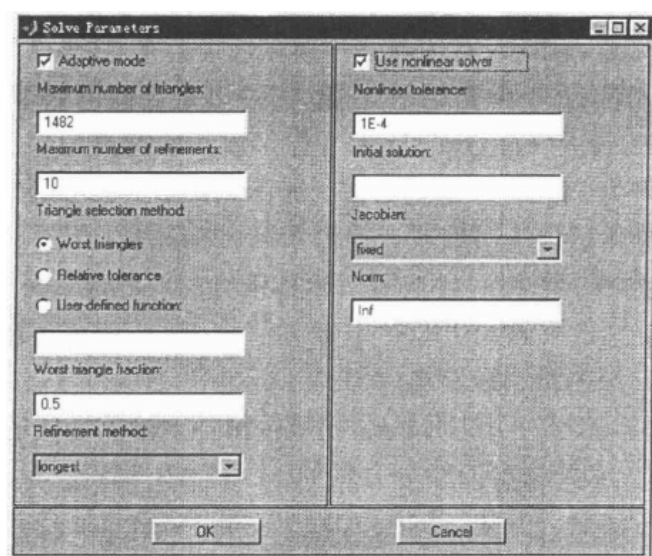

图 2-15
(1) 对于椭圆型偏微分方程，在缺省方式下，不需要专门定义解方程的参数。解椭圆方程采用基本方程求解器 `assemblpde`。在自适应网格生成和 `adaptmesh` 之间进行选择。对于自适应网格方式，下面的参数可用（如图 2-15）：